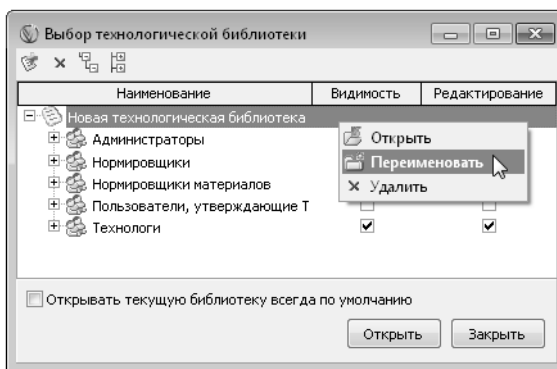

Рис. 4.3.
12. Установите курсор на названии **Новая технологическая библиотека** и выберите из контекстного меню команду **Переименовать** (рис. 4.3).